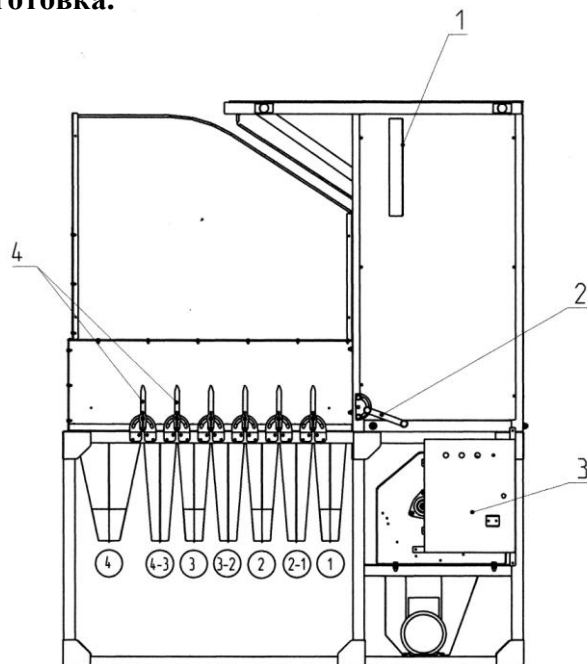

рис. 4
7.1.2. Ручки меж фракционных шторок 4 (см. рис. 4) установить в вертикальное положение.
7.2.2. Добавляя поток воздуха вращением ручки регулятора оборотов вентилятора по часовой стрелке, необходимо добиться, чтобы в лоток №1 (рис. 4) попадали единичные экземпляры основной культуры. При этом в лоток №4 должны попадать самые легкие и мелкие примеси. Необходимо следить за тем, чтобы в лоток №4 при этом не попадало целое качественное зерно.
Данная регулировка производится межфракционными шторками 4 (рис. 4)
7.3.9. По завершению настроек качества очистки необходимо увеличить подачу материала с помощью ручки управления заслонкой бункера 2 (рис 4). Увеличивать подачу предпочтительно ступенчато за 2 - 3 подхода. Вначале необходимо увеличить подачу материала в бункер-питатель (обычно увеличивая подачу нории, при установке машины на зерноперерабатывающих комплексах). Затем поворачивая ручку управления заслонкой бункера 2 (рис 4) против часовой стрелки увеличить подачу материала в машину. При этом необходимо контролировать уровень исходного материала в бункере по контрольному окну 1 (рис. 4). Уровень материала в бункере должен находиться в пределах половины высоты контрольного окна.